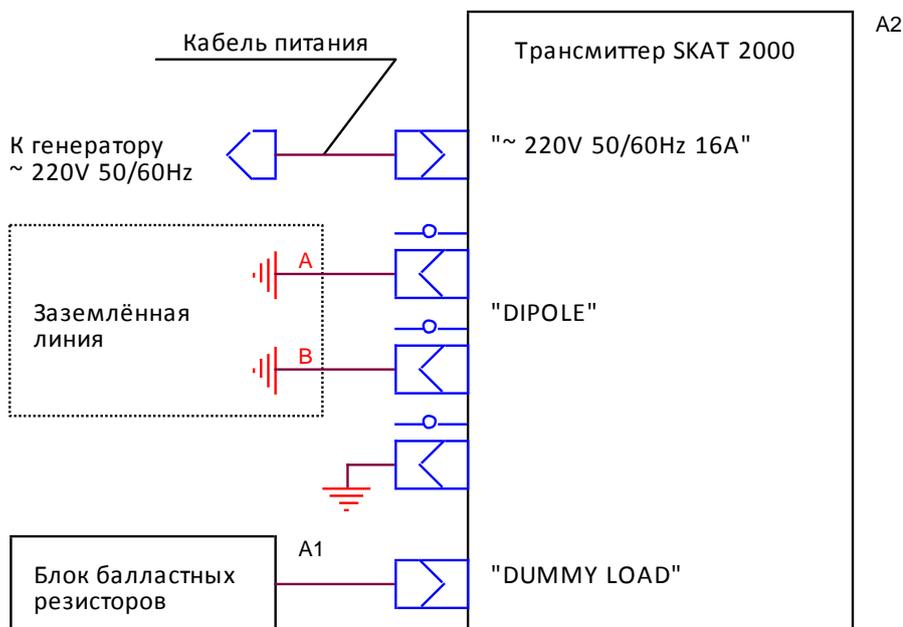

Рис.4.3
4.1.2 Перед началом работы соединить блоки генератора SKAT 2000 между собой и выполнить внешние подключения в соответствии со схемой (рис. 4.3).